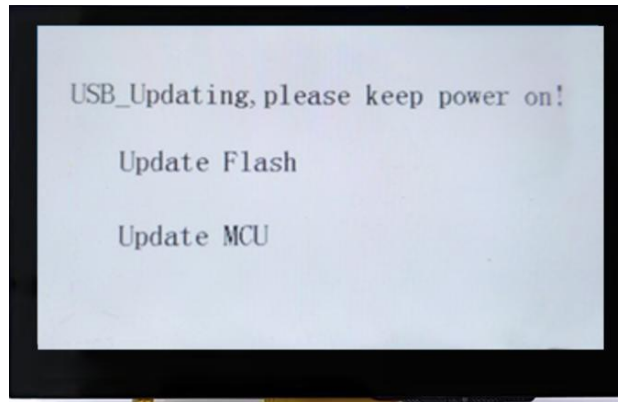

图 2-10: LT168B bootloader 模式示意图
2、通过 USB 线连接电脑和串口屏上电后，屏幕会进入的 bootloader 模式如前面图 2-10 所示。LT168B 的 bootloader 模式显示更新 Flash 与 MCU_Code 更新状态，打开专用烧录 LT168B 的 **LT_Uart_GUI** 软件。点击 InputFile 添加需要烧录的工程文件，选择对应的端口，需确保 **BaudRate 为 115200**，再点击 OpenComm 打开端口连接。BaudRate 若不是 115200 则无法连接，建立连接后软件自动将下载速度调整至 921600。
2、通过 USB 线连接电脑和串口屏上电后，屏幕会进入的 bootloader 模式如前面图 2-10 所示。LT168B 的 bootloader 模式显示更新 Flash 与 MCU_Code 更新状态。打开专用烧录 LT168B 的 LT_Uart_GUI 软件。点击 Input File 添加需要烧录的工程文件，选择对应的端口，再点击 Open Comm 打开端口。
2、通过 USB 线连接电脑和串口屏上电后，屏幕会进入的 bootloader 模式如前面图 2-10 所示。LT168B 的 bootloader 模式显示更新 Flash 与 MCU_Code 更新状态。打开专用烧录 LT168B 的 LT_Uart_GUI 软件。点击 InputFile 添加需要烧录的工程文件，选择对应的端口，需确保 BaudRate 为 115200，再点击 OpenComm 打开端口连接。BaudRate 若不是 115200 则无法连接，建立连接后软件自动将下载速度调整至 921600。